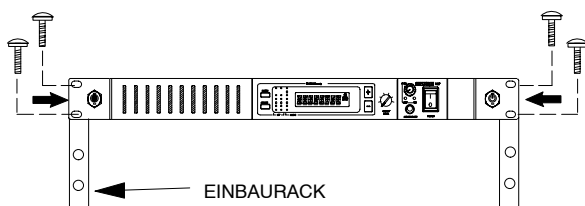

ABBILDUNG 8
3. Den Empfänger in das Einbaurack schieben und mit den mitgelieferten Schrauben sichern (Abbildung 8).